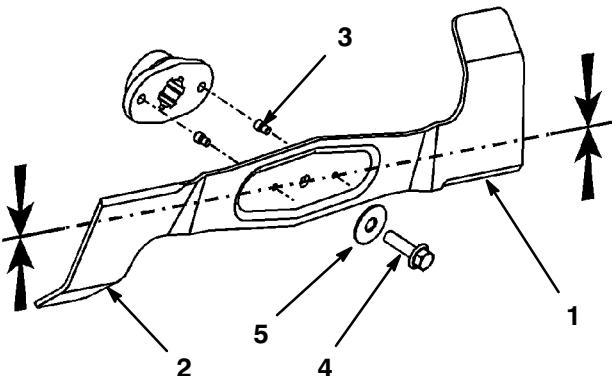

Abbildung 34
2. Die Schneidkanten untersuchen (Abb. 34). Wenn die Kanten nicht scharf sind oder Kerben haben, die Schnittmesser ausbauen und schärfen. Siehe "Schärfen der Schnittmesser", Seite 39.
3. Die Schnittmesser untersuchen, insbesondere die gebogenen Kanten (Abb. 34). Wenn Verschleiß oder Schäden in diesem Bereich bemerkt werden, muss sofort ein neues Schnittmesser installiert werden.
4. Wenn die Scherbolzen gebrochen sind, müssen sie sofort ausgetauscht werden (Abb. 34).
3. Schraube, Unterlegscheibe und Schnittmesser entfernen (Abb. 34). Zwischen Schnittmesser und Mähwerk kann ein Holzklotz gekeilt werden, um das Schnittmesser beim Entfernen der Schraube zu blockieren.
1. Schnittmesser, Unterlegscheibe und Schnittmesserschraube anbringen (Abb. 34).